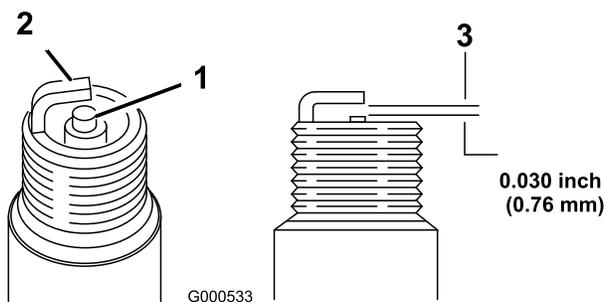

Figure 21
5. Réglez l'écartement des électrodes à 0,76 mm ; voir Figure 21.